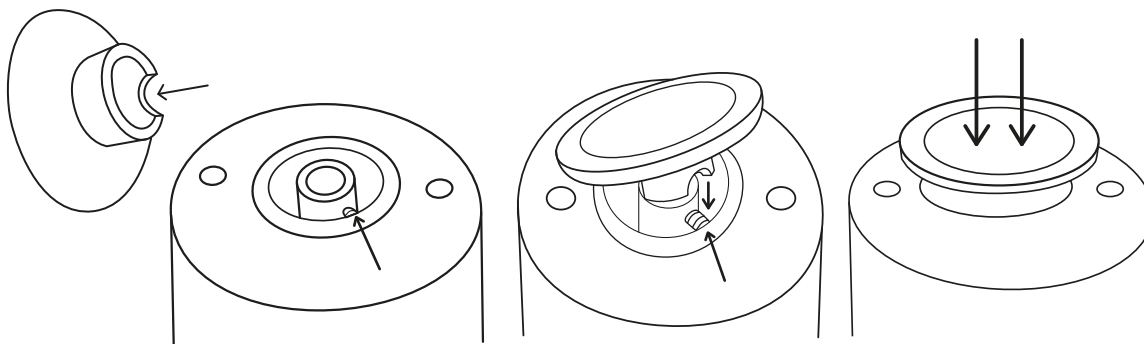

Fig. 1
- Colocar la plataforma con la ranura en la misma dirección siguiendo los pasos de la Fig 1.